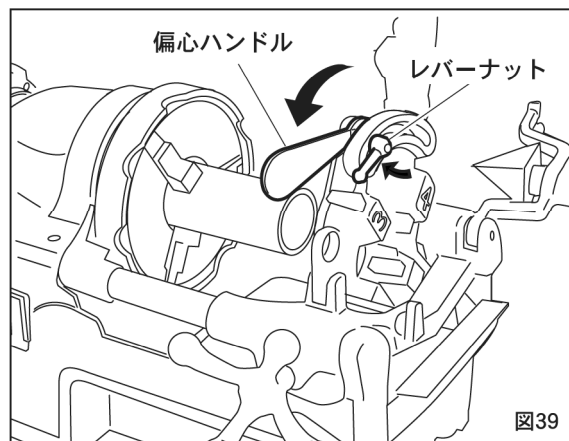
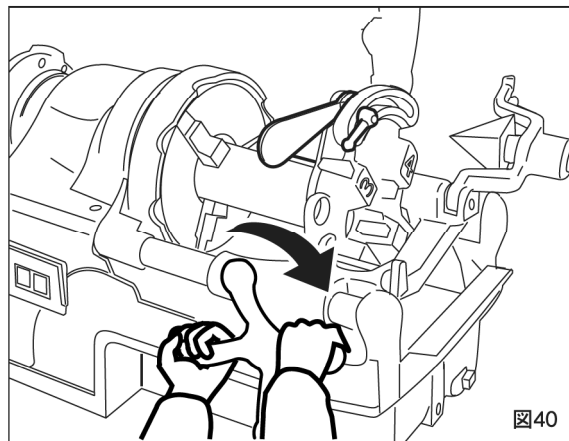

図39
図40
①ねじ切りのサイズ寸法を合わせるには偏心台 (図42) の目盛りを、ダイヘッドのサイズ目盛りのねじ切り寸法に合わせて、レバーナットを締めて固定してください。 (図39)
②スイッチをONにするとオイルはダイヘッドから自動的に注油されます。
③送りハンドルを右回り方向に動かしパイプにチェーザを押し付け食い付かせてください。ねじ山が3~4山切ればあとは自動的にねじが切れます。このマシンに使用されているシリースモータは、回転数が、負荷によって自動的に変化します。 (図40)
④ねじが規定の寸法まで切れたら偏心ハンドルをゆっくりと矢印の方向に持ち上げてチェーザを開きねじを切り上げます。